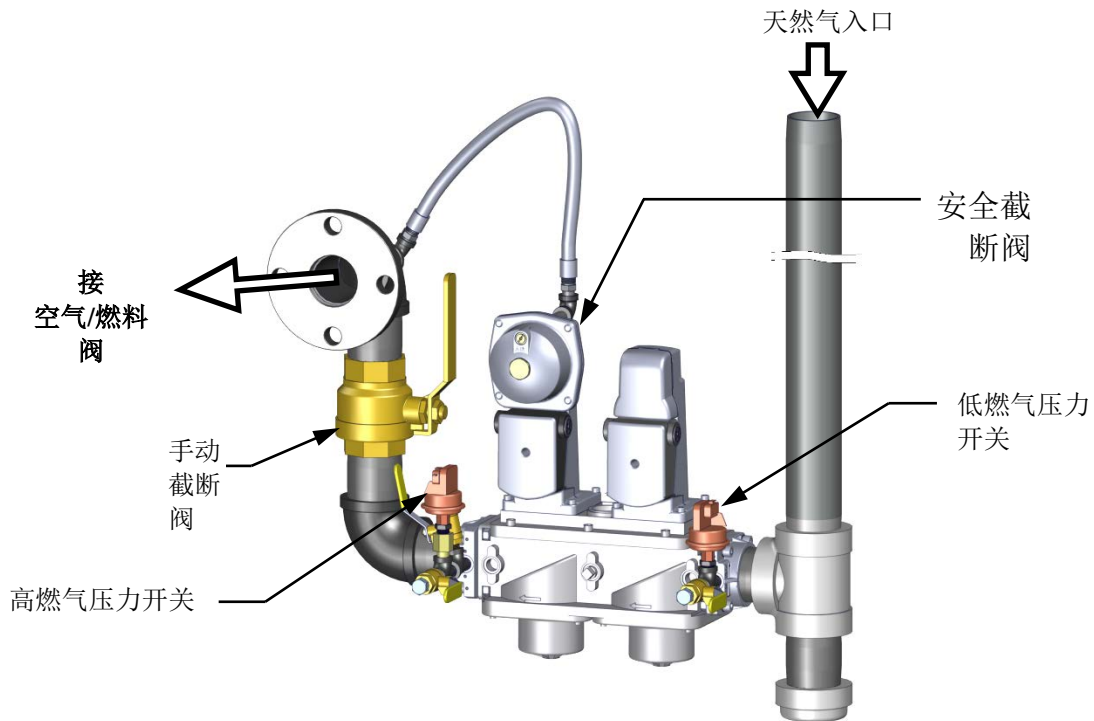

图 3-3: BMK 2500/3000: SSOV 位置
2. 设备将进行检查, 确保下游安全截断阀 (SSOV) 中的关闭确认 (POC) 开关已关闭。请参见图 3-3, 了解 SSOV 的位置。